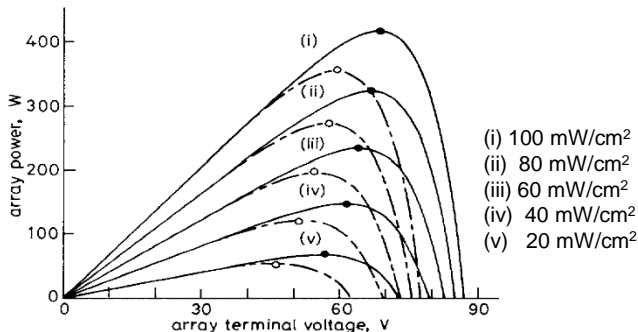

図1 電流と電圧の関係 (P-V曲線)
- ▶ 太陽電池パネルが出力を最大化できる電流と電圧の関係を図1に示します。